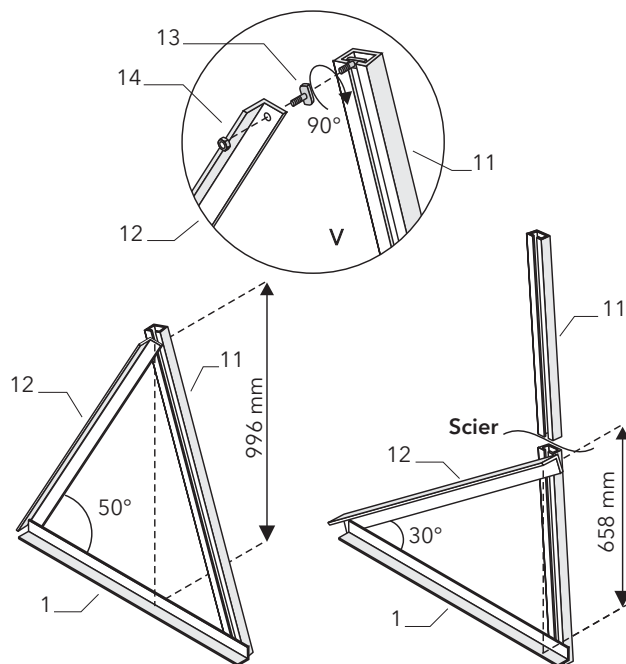

Fig. 16 Vissez ensemble le profil d'ajustement avec le profil du capteur en ajustez l'angle d'inclinaison.
De la même manière (Fig. 16), boulonnez la partie haute du profilé de réglage (11) avec le profilé en L (12). Réglez l'angle d'inclinaison entre 30° et 50° selon le dessin puis serrez toutes les vis.